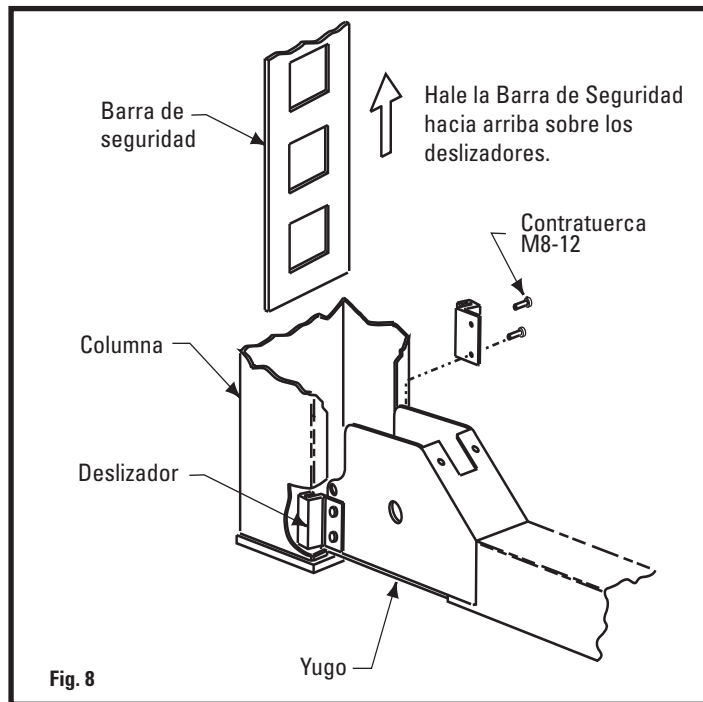

Fig. 8
- D. Introduzca el extremo del yugo dentro de la columna, dejando expuestos los agujeros de las tuercas del deslizador, fig. 8. Fije con pernos los deslizadores en cada lado del extremo del yugo con los tornillos M8-12 que se proporcionan. Cuando ambos deslizadores estén fijados, empuje la columna hacia el extremo del yugo hasta que los deslizadores toquen la barra de fijación.